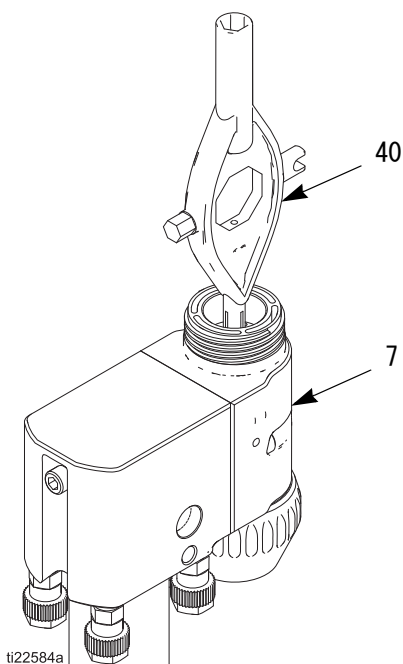

図 30 電極の交換
3. 電極 (4) をマルチツール (40) でゆるむ方向に回転し、ガン本体 (7) の前面から取り外します。図 30。